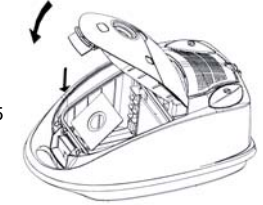

Fig. 5
4. Verifique que el frente de cartón de la bolsa esté bien colocado en las guías. (Fig. 5)
5. Cierre la tapa de la bolsa. (Fig. 5)